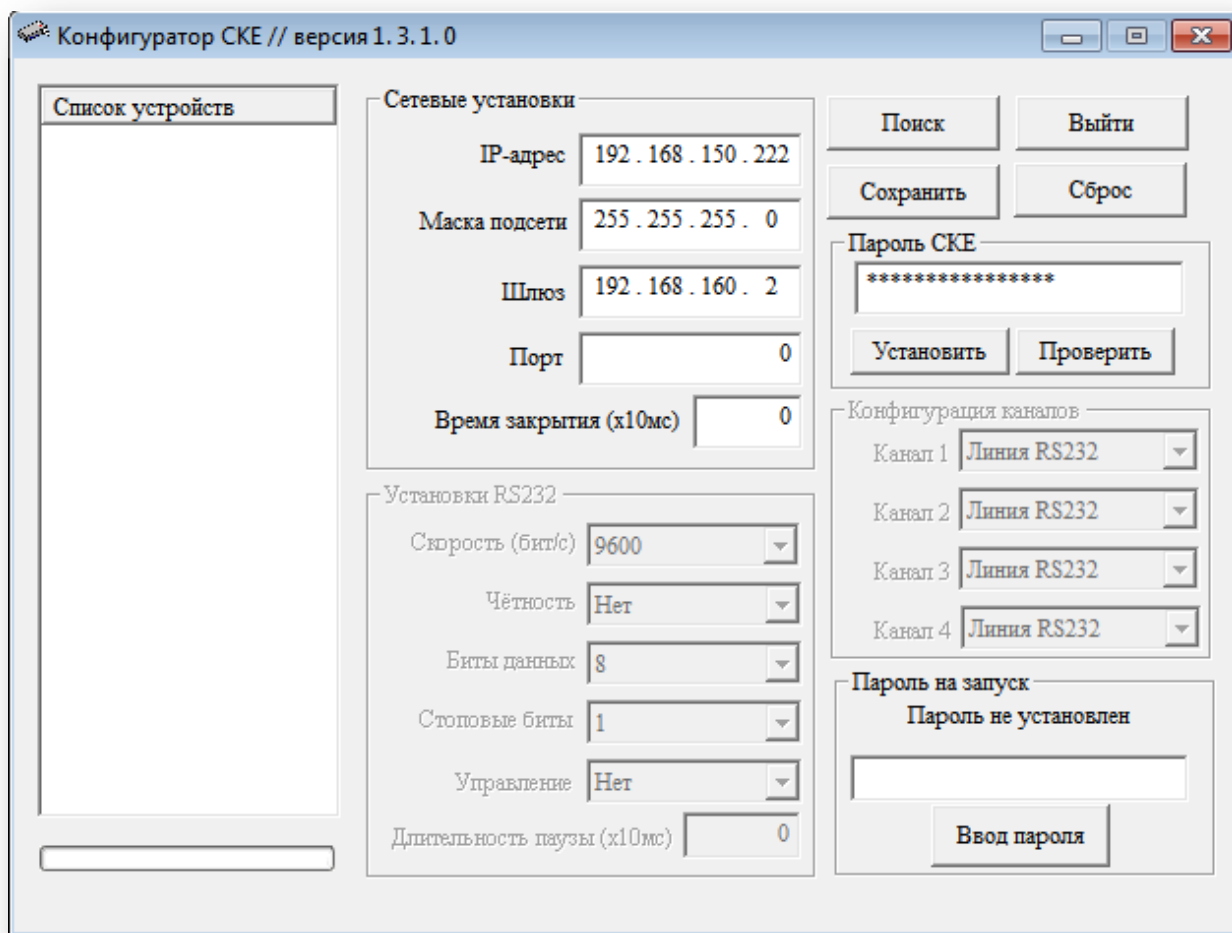

Рисунок 6.3
- «Пароль» — для подключения к контроллеру необходимо предварительно в утилите Confske («Пуск» → «Все программы» → «ИКБ КОДОС» → «Утилиты» → Confske) задать 16-значный пароль (Рисунок 6.3), а затем ввести его в поле «Пароль» в окне «Свойства СКЕ».